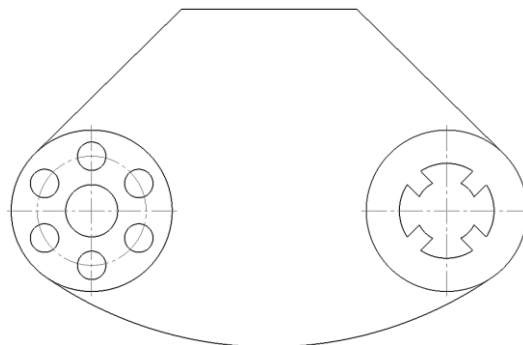

Рис. 57. Построение сопряжений окружностей
2.11 Выполним сопряжение окружностей. Выбираем команду **Скругление** на панели **Геометрия** . На панели свойств задаем радиус 166 мм. Щелкнуть ЛКМ по точкам сопряжения, определив их приблизительно, в соответствии с заданием (рис. 57).